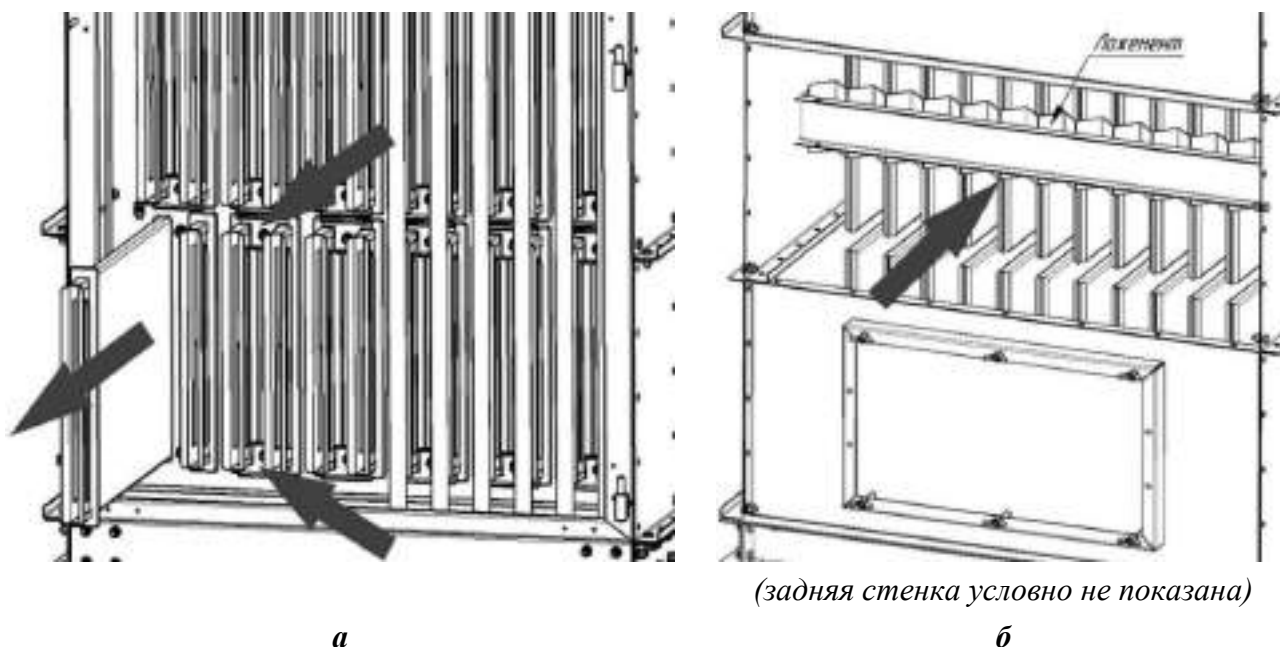

Рисунок 7
- |открутить крепления прижимов (рисунок 7а);
|при необходимости протереть каркасы ветошью, надеть новые карманы. Аккуратно, не допуская повреждения карманов, вставить фильтровальные элементы в отверстия на панели внутри камеры чистого воздуха. Контролировать через смотровой люк правильное расположение фильтровальных элементов в камере загрязнённого воздуха. Торцевая часть карманов должна упираться в углубление ложемента, расположенного в фильтровальной камере (рисунок 7б);